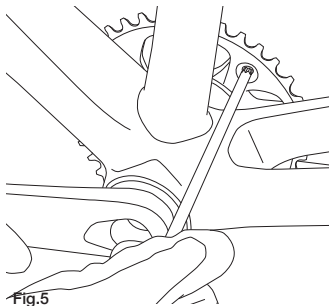

Fig.5
- Procediendo por el lado interior de la bicicleta, desenrosque los cuatro tornillos del plato con una llave Torx 30 (Fig. 5).